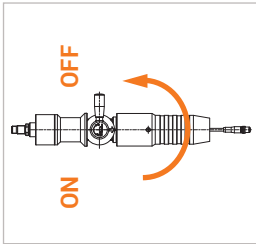

Abbildung 8
- ▶ Drehen Sie den Betätigungshebel (Pos. 3) der Füllkupplung um 180° in die OFF-Position (*Abbildung 8*). **Bitte beachten:** Der Bereich zwischen Tanknippel und Schalteinheit der Füllkupplung wird über die Gasrückführung vollständig entlüftet. Die Füllkupplung ist in OFF-Position druckentlastet, der Füllschlauch bleibt jedoch weiterhin druckbeaufschlagt.